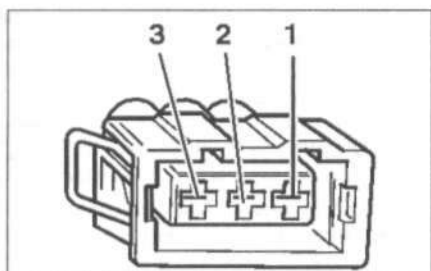

Рис. 6.77. Проверьте провод между тестером и разъемом на разрыв цепи.
- проверьте провод между тестером и разъемом на разрыв цепи: контакт 1 и гнездо 33, контакт 2 и гнездо 8, контакт 3 и гнездо 1 (рис. 6.77). **Заданное значение:** 1.5 Ом;
- проверьте провод между тестером и разъемом на разрыв цепи: контакт 1 и гнездо 69, контакт 2 и гнездо 67, контакт 3 и гнездо 71 (рис. 6.77). **Заданное значение:** 1.5 Ом;